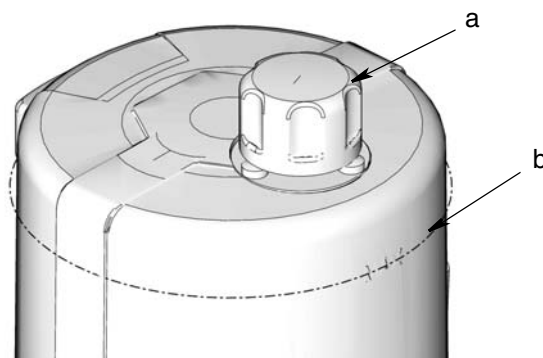

FIG. 29
- Non riempire troppo (FIG. 29).